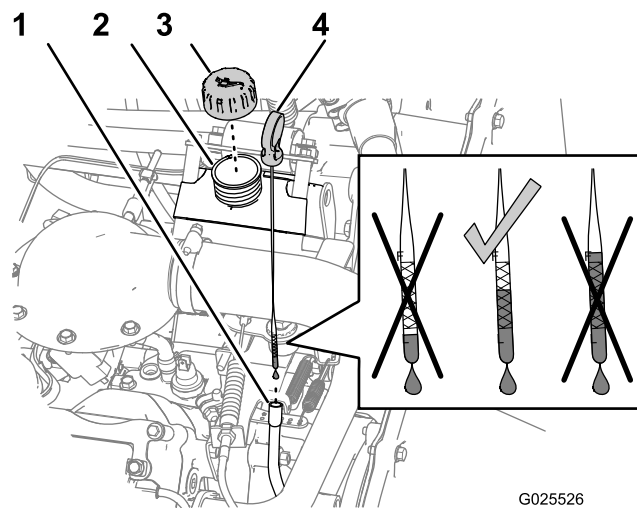

Figura 42
4. Retire a vareta e limpe-a com um pano limpo (Figura 42).
- Retire a vareta e verifique o nível de óleo (Figura 42).
- Se o nível de óleo estiver baixo, retire o tampão de enchimento e adicione óleo suficiente (Figura 42) para elevar o nível de óleo até à marca Full, existente na vareta.
- Instale o tampão de enchimento no tubo de enchimento (Figura 42).
- Introduza com firmeza a vareta do óleo (Figura 42).